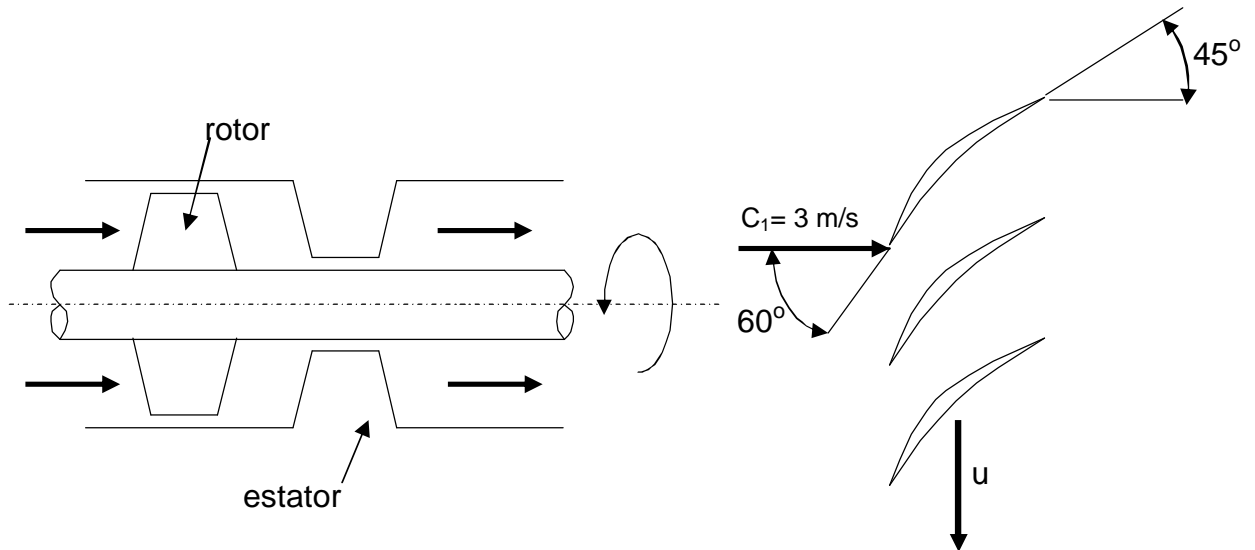

Figura 5
5. En la figura 5 se muestra un esquema de una bomba de nafta de flujo axial. La nafta entra al rotor en dirección axial (sin momento angular) con una velocidad absoluta de 3 m/s. Considere flujo tangente a los álabes.